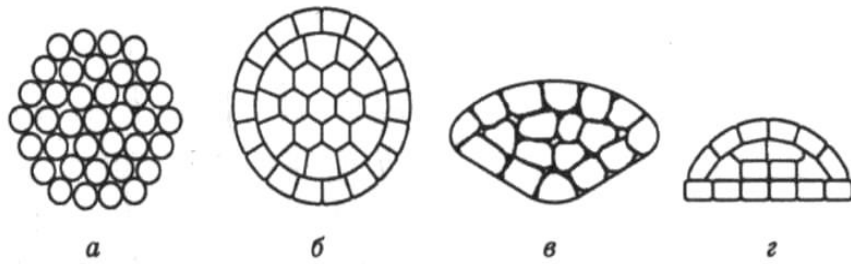

Рис.1. Сечения многопроволочных проводов.
1. Приведите названия сечений токопроводящих жил многопроволочных кабелей, показанных на рис. 1